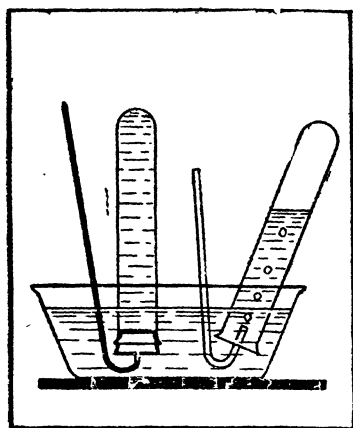

Рис. 4. Использование железного прутка с пробкой.
Этот же опыт можно провести в пробирках. В одну пробирку налейте раствор хлорида кобальта (II). Во вторую — к раствору хлорида кобальта прилейте раствор аммиака до образования раствора грязно-желтого цвета. В обе пробирки долейте воду до краев и закройте их пробками. Целесообразно использовать пробки на железном прутке (рис. 4). Далее пробирки переверните и поместите их в кристаллизатор с водой (в химический стакан). Пробки откройте под водой и наполните пробирки до $1/2$ объема кислородом, после чего вновь пробирки закройте пробками и сильно встряхните. В пробирке, в которую добавили раствор аммиака, образуется коричневатый раствор комплексного соединения кобальта (III).